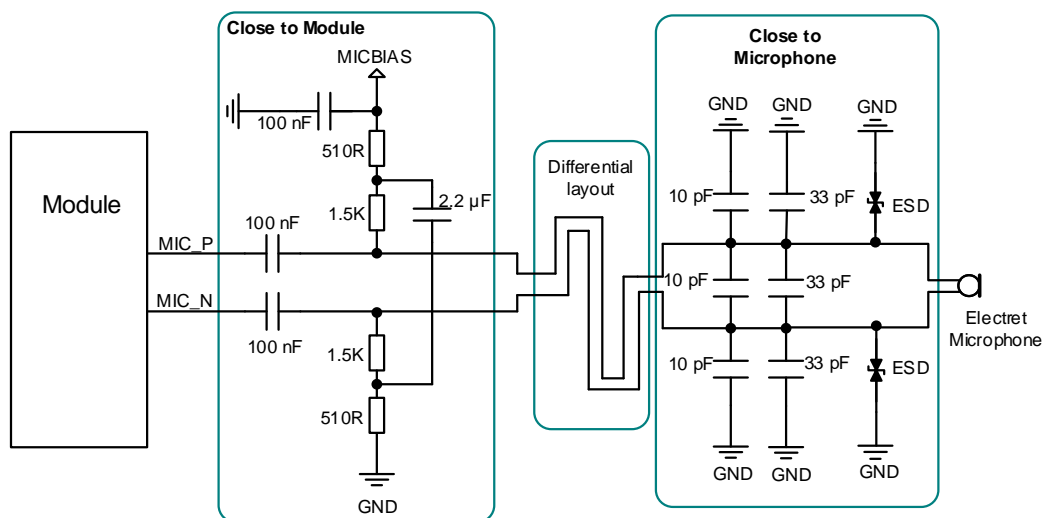

图 27：带偏置电路麦克风接口参考电路
- 选择带 GNSS 功能的模块时, 需要增加麦克风偏置电路, 且必须使用低噪声 LDO, 确保 MICBIAS 供电电源为 1.8 V, 可参考图 27 来设计麦克风接口电路;